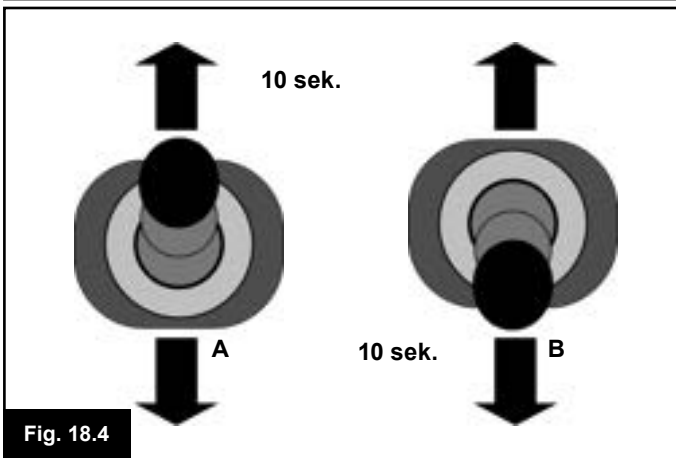

Fig. 18.4
2. Flytt og hold innmatingsenheten forover til du hører en pipetone (etter ca. 10 sekunder). Slipp deretter opp innmatingsenheten (Fig. 18.4 "A" eller 18.5).
3. Flytt og hold innmatingsenheten bakover til du hører en pipetone (etter ca. 10 sekunder). Slipp deretter opp innmatingsenheten (Fig. 18.4 "B" eller 18.6). (Det kan være du vil høre en kort pipetone når retningen skiftes).